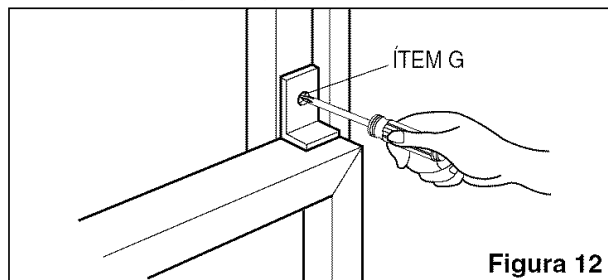

Figura 12
**10** Se debe instalar el asa antes de fijar el frente decorativo. (Figura 12)